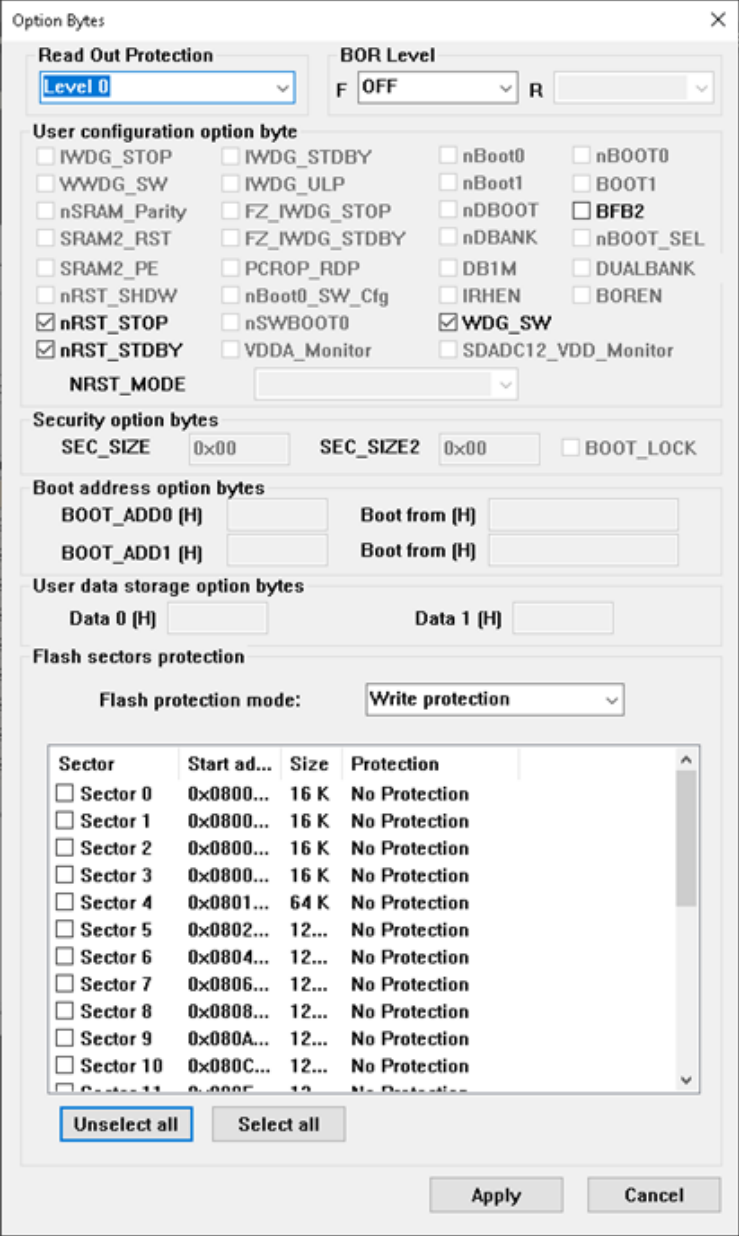

Рисунок 2 – Окно программы STM32 ST-LINK Utility
4.3 В окне программы зайдите в меню «Target > Option Byte» и выберите там настройку «Level 0» (рисунок 2), затем нажмите «Apply».